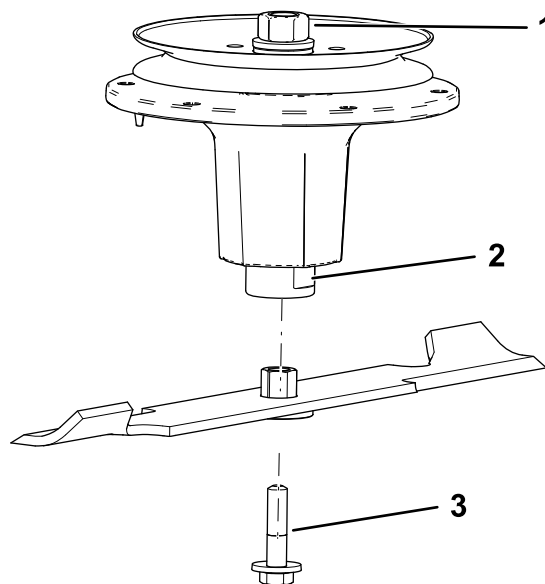

Figura 78
- Instale el conjunto de casquillo/cuchilla en el eje (Figura 78).